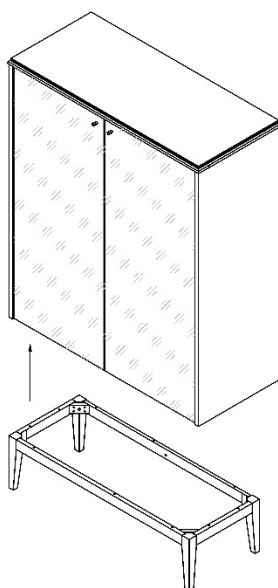

Рис.2 - Прикручивание
2. Прикрутите шурупами-саморезами основание к шкафу (рис. 2), соблюдая отступы согласно (рис. 3).